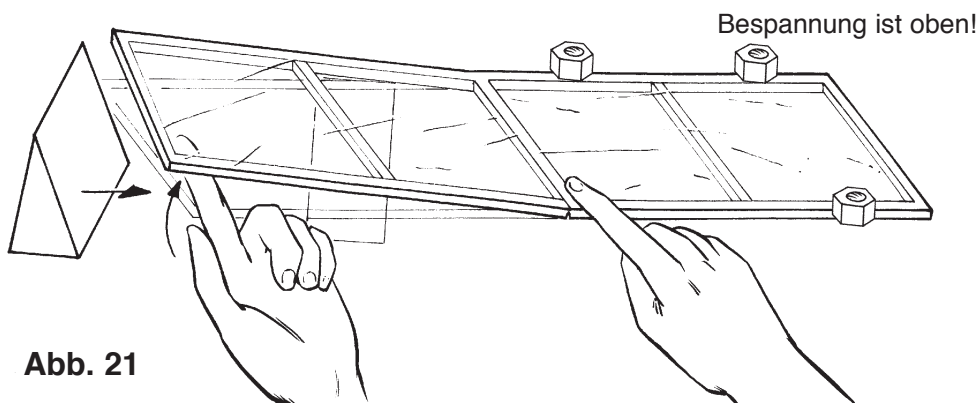

Abb. 21
7.4.5 Die rechte Flügelhälfte wird wieder mit Gewichten auf dem Bauplan fixiert. Die linke Flügelseite wird aufgebogen und dabei die Nasen- und Endleiste an dem Einschnitt angebrochen. (Abb. 21)